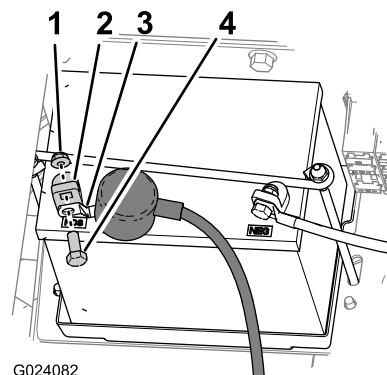

Рисунок 4
5. Сдвиньте назад изоляционный колпачок и удалите болт и гайку крепления клеммы положительного кабеля аккумуляторной батареи к положительному штырю (Рисунок 4).